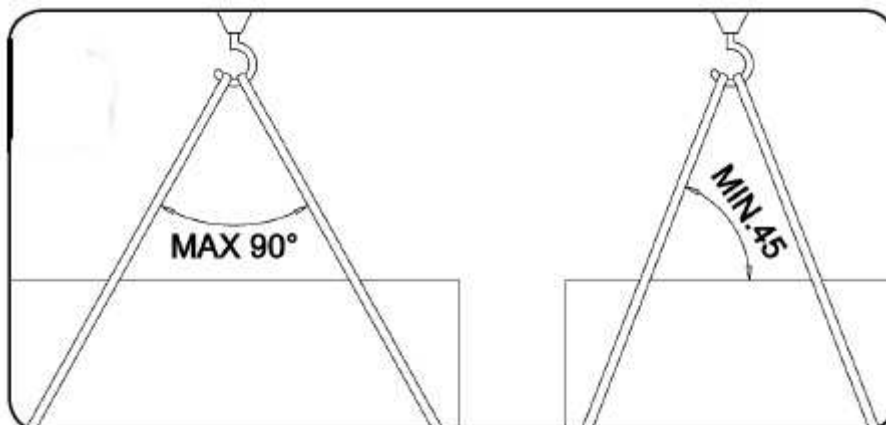

Figura 6 - Modalità sollevamento con attrezzature
- 2- Procedere con l'imbragatura interponendo eventualmente delle protezioni (teli o cartoni) tra la macchina e le cinghie per non rovinare le parti verniciate, nei punti indicati in (RIF: Figura 6)